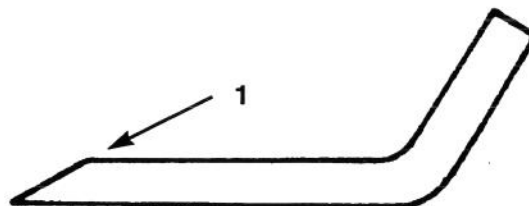

Figure 25
1. Affûter l'arrête tranchante à chaque extrémité de la lame à l'aide d'une lime (Fig. 25). Conserver l'angle d'origine. La lame restera équilibrée si les deux côtés sont limés de la même façon.